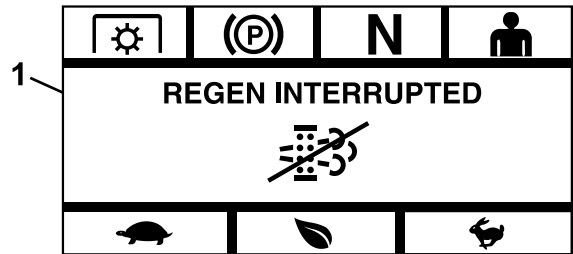

Figura 18
- **Interrumpida** – si se interrumpe el proceso, el módulo muestra la pantalla Regeneración interrumpida (Figura 18).